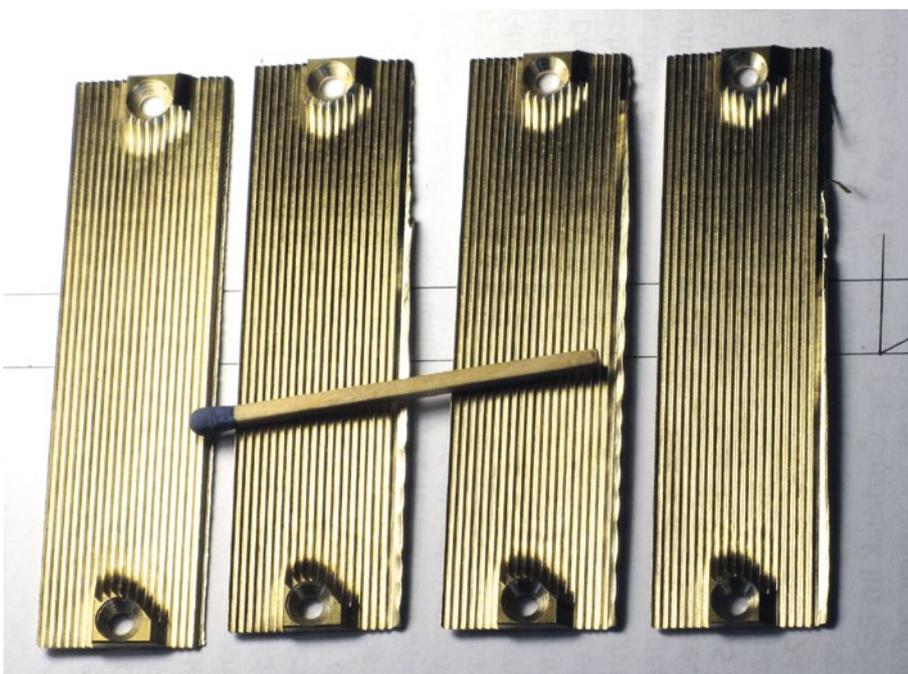

Abbildung 24) Die Kanten müssen sauber entgratet werden (Dreikantschaber)
- C: Fräsen einer dünnen Platte (mit dem gleichen Fräser), die an eine dicke, stehende Platte angeschraubt wurde (Abbildung 24) ((2) Abbildung 5);